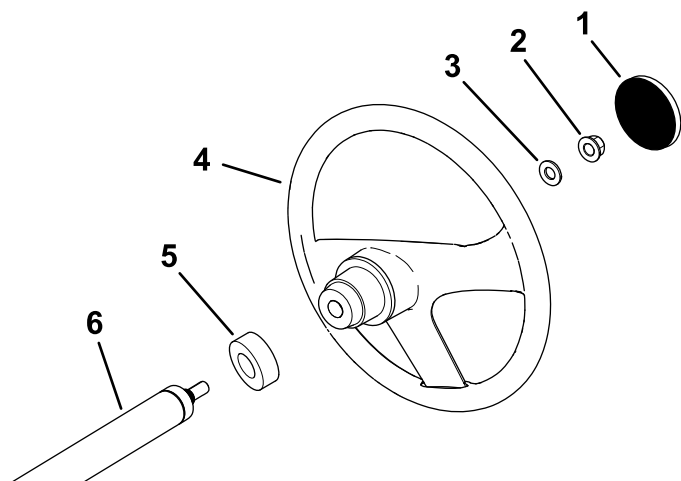

Figura 3
1. Togliete la protezione, se installata, dal mozzo del volante (Figura 3).
2. Togliete il dado di bloccaggio (1/2") dal piantone dello sterzo (Figura 3).
3. Fate scorrere volante, coperchietto antipolvere e rondella (1/2") sull'albero dello sterzo (Figura 3).
5. Montate la protezione sul volante (Figura 3).